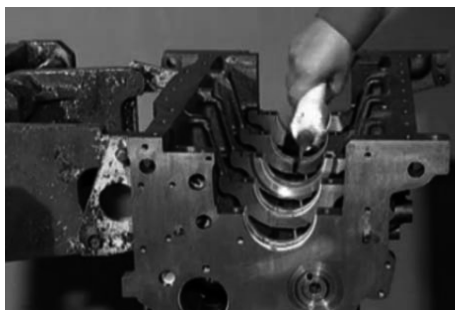

图 5-4 润滑轴瓦
2) 将机体倒置，把主轴瓦上瓦片装于轴承座孔中，确认定位吐舌正确入位。最后在每片瓦上涂抹机油（图 5-4）。